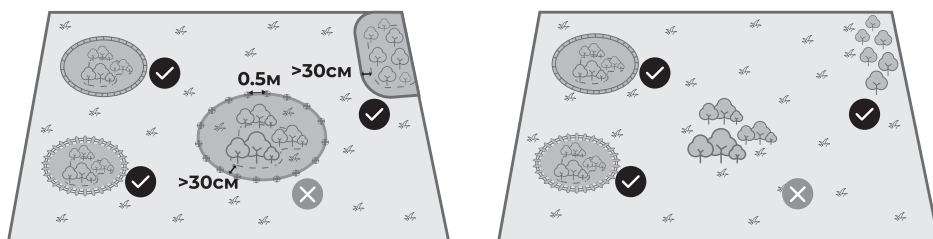

Рис. 17
- 1) Используйте магнитную ленту для установки виртуальной границы (рис. 17).